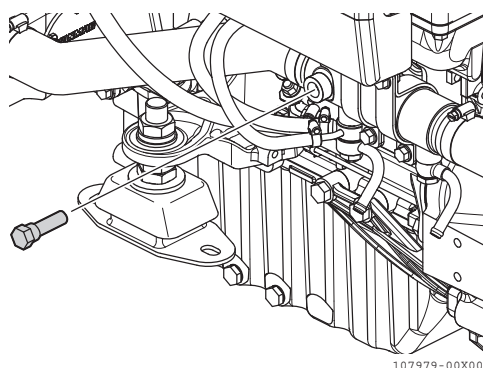

Figura 23
3. Retire todos os encaixes (**Figura 23**) com a marcação ZINC (**Figura 22**).